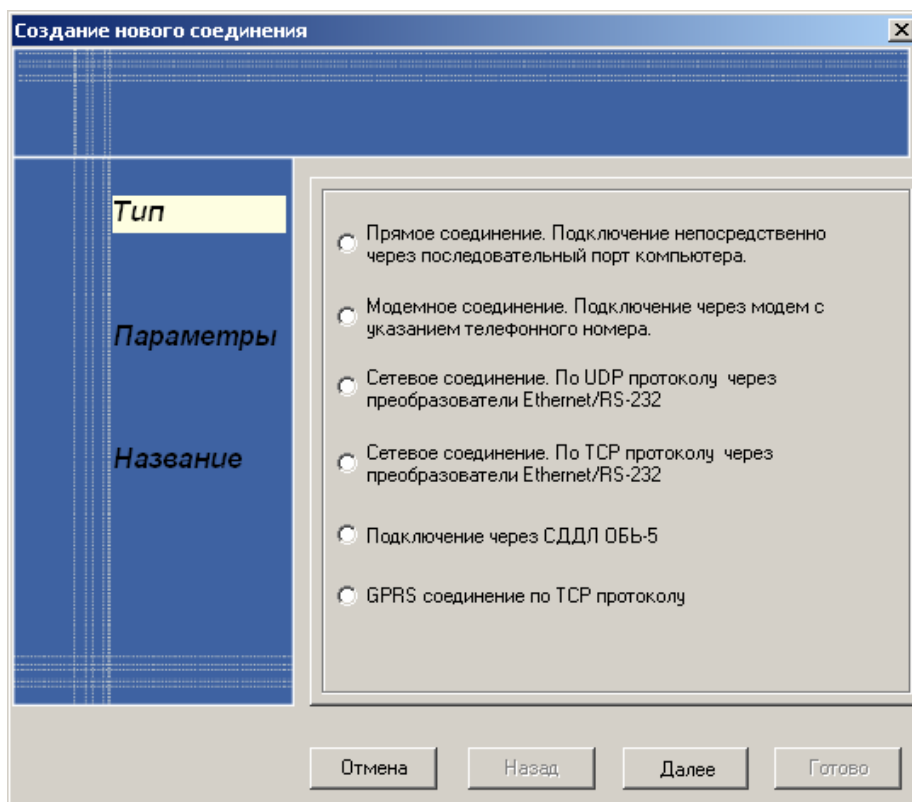

Рисунок 8. Мастер создания нового соединения. Шаг 1.
- 1) Выбор типа соединения (рисунок 8): Прямое соединения (через последовательный порт); Модемное соединение (через АТ или GSM-модем); сетевое соединение (по локальной сети); через СДДЛ ОБЪ-5;